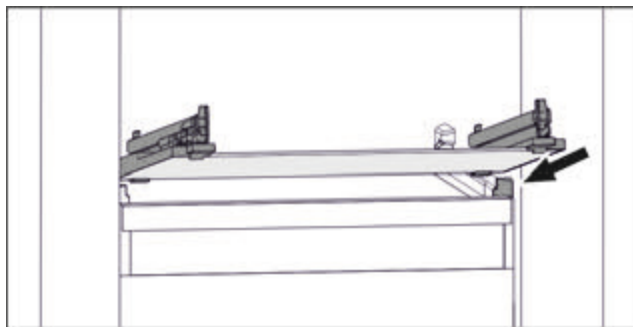

Fig. 130 Приблизне відображення скляної пластини
- Встановити скляну пластину за стопорами навскоси. (див. Fig. 130)